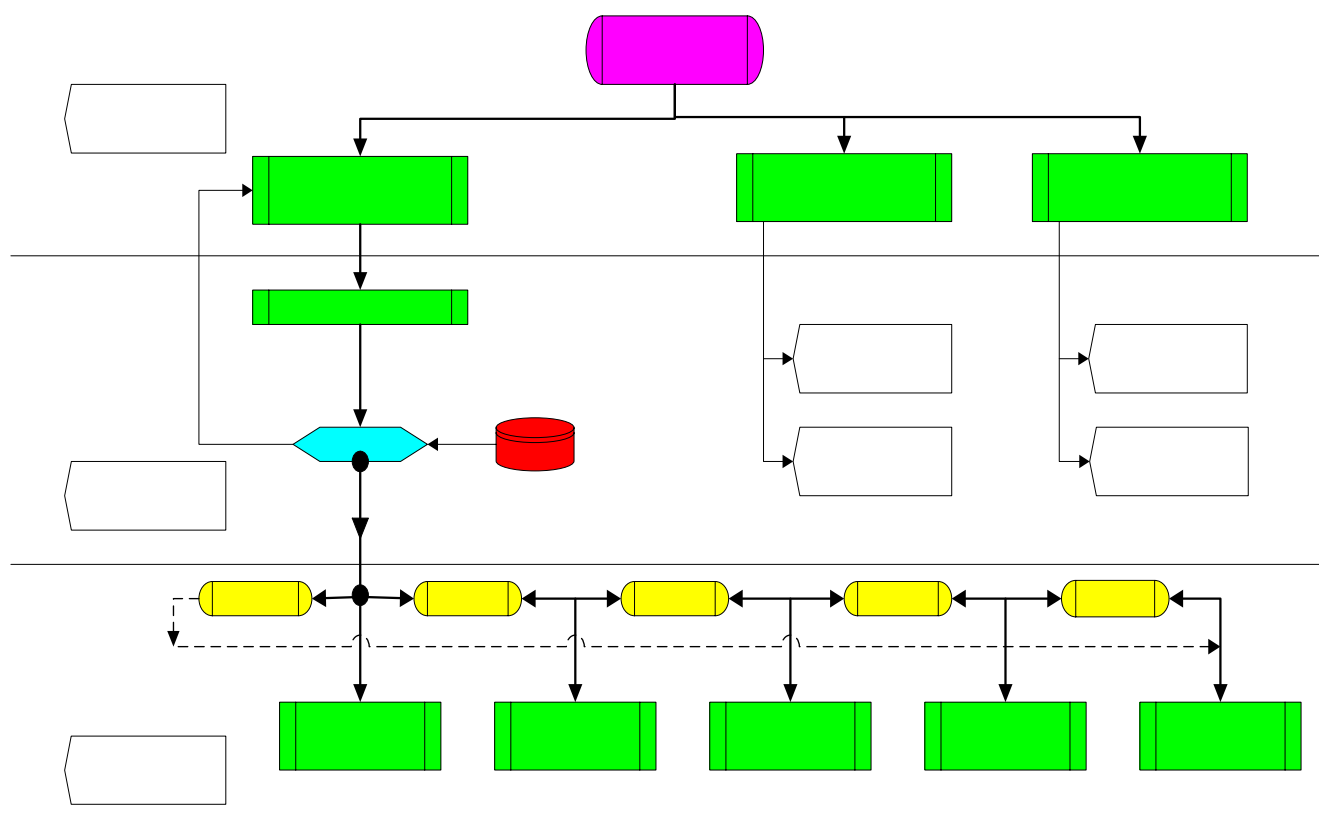
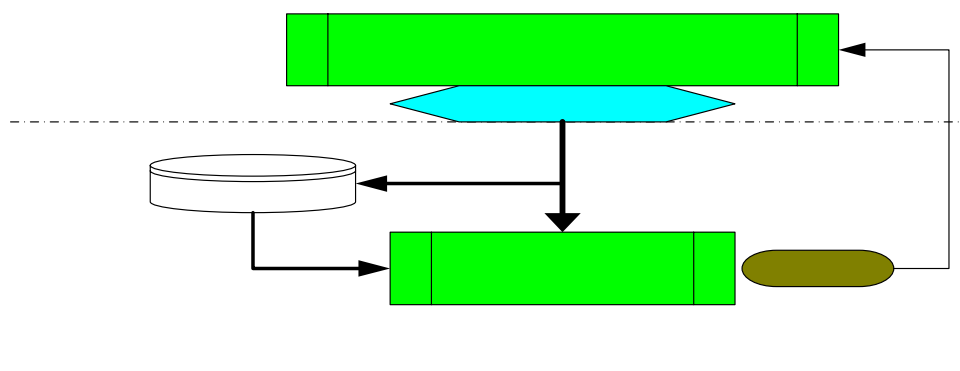

Рис. 3.1. Структурная схема верхних уровней системного меню ПУ
Рис. 3.5. Структурная схема раздела «ТЕСТ» системного меню ПУ
Структурная схема верхних (1...3) уровней системного меню ПУ приведена на рис. 3.1.
3 уровень: На этом, основном уровне системного меню пользователь остается, двигаясь от раздела к разделу меню (по кругу) с помощью клавиши «→» (слева направо, рис. 3.1.), или с помощью клавиши «←» (справа налево, рис. 3.1.). Переход с 3-го на нижний 4-й уровень (в разделе) осуществляется нажатием клавиши «ENTER».
На рис. 3.5. изображена структурная схема раздела **«ТЕСТ»**.
2.2.3.1. После того, как произведен первичный контроль работоспособности изделия согласно п. 3.2.1., необходима более тщательная его проверка с помощью ПУ перед процедурой настройки. Для этого необходимо подсоединить ПУ к БЭ, дождаться надписи **«ВВЕДИТЕ PIN»** на ЖК-индикаторе, ввести корректный PIN-код и выйти на основной 3-й уровень системного меню (рис. 3.1.). С помощью клавиши «←→» осуществить переход в раздел **«ТЕСТ»** (рис. 3.5.), нажать клавишу «ENTER» и убедиться в свечении (1...5 с) красного светодиода «Порог/Тревога» на плате БЭ, а также появлении надписи **«Тревога»** на ЖК-индикаторе.